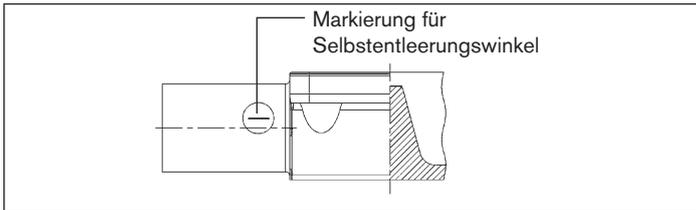

Bild 3: Markierung für die korrekte Einbaulage
- Zur Leitungsachse einen Neigungswinkel von $1^\circ \dots 5^\circ$ einhalten. Bei Schmiede- und Gussgehäusen ist hierfür eine Markierung angebracht, welche nach oben zeigen muss (12-Uhr-Stellung, siehe „Bild 3“).